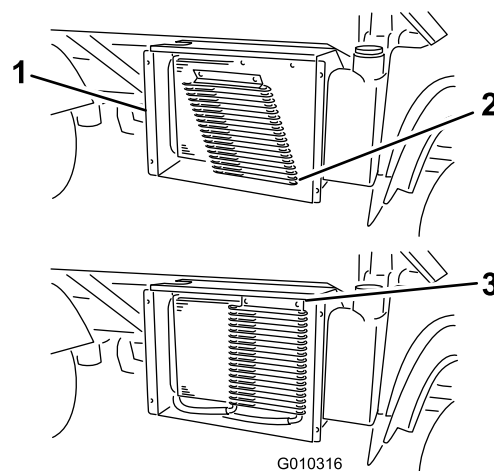

Figure 54
6. Le cas échéant, tournez les verrous et faites pivoter le refroidisseur d'huile pour l'éloigner du radiateur (Figure 54).